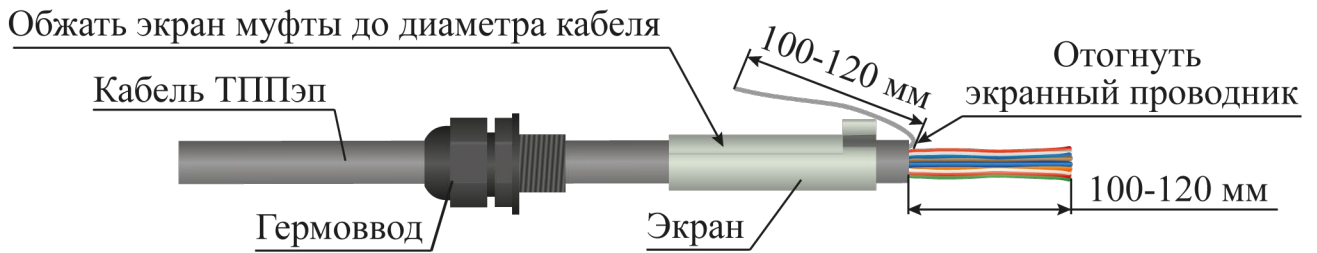

Рисунок 4.6
– надеть на оболочку кабеля ТППЭп в следующей последовательности: гермоввод, экран устройства оконечного (рисунок 4.6);
– обжать экран устройства оконечного до диаметра кабеля ТППЭп с помощью плоскогубцев (рисунок 4.6);
– снять оболочку со свободного конца кабеля ТППЭп (с кабеля ТППБЭп снять белую и черную оболочки) длиной 100 - 120 мм (рисунок 4.6);
– экраный проводник отвести в сторону (рисунок 4.6);